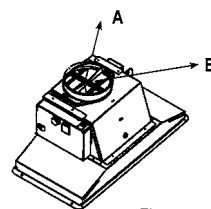

Fig. 1
1. Tilslut slangen til afgangsslangen Ø 150 mm (fig. 1, A), som skal installeres med spændebånd (ekstra tilbehør), kontrollér at klapperne i afgangsslangen (kontra-spjæld) (fig. 1, B) åbner og lukker.